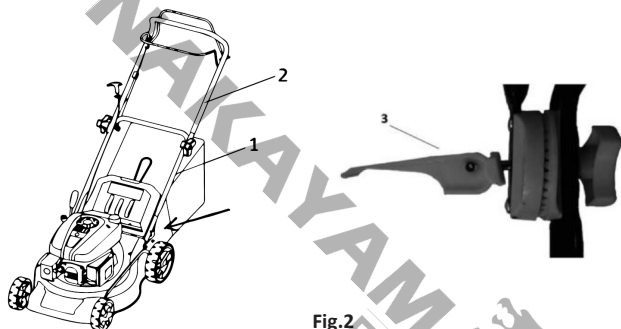

Fig.2
- Inserire la parte inferiore dell'impugnatura (Fig. 2 - elemento 1) nel foro corrispondente sul tosaerba (vedere freccia) e fissarla con 4 viti, due viti su ciascun lato dell'impugnatura.
- Collegare la parte superiore dell'impugnatura (Fig. 2 - punto 2) alla parte inferiore dell'impugnatura utilizzando le viti in dotazione, con il dispositivo di sgancio rapido sui dadi (Fig. 2 - punto 3).